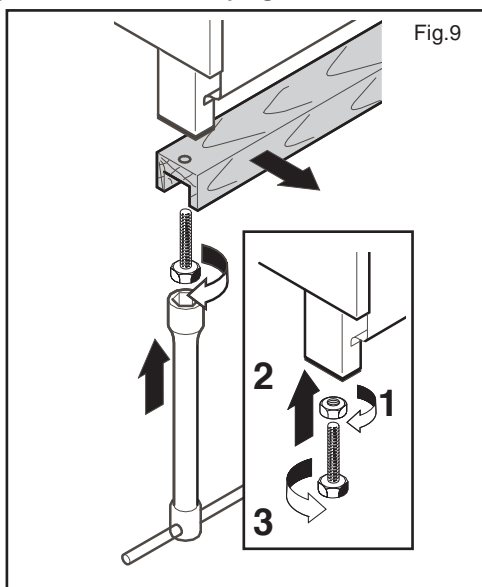

Fig.9
Fintanto che il Corpo (B) è sollevato -con l'aiuto di una chiave a tubo (fig.9) - svitare i piedini e togliere le traversine in legno.